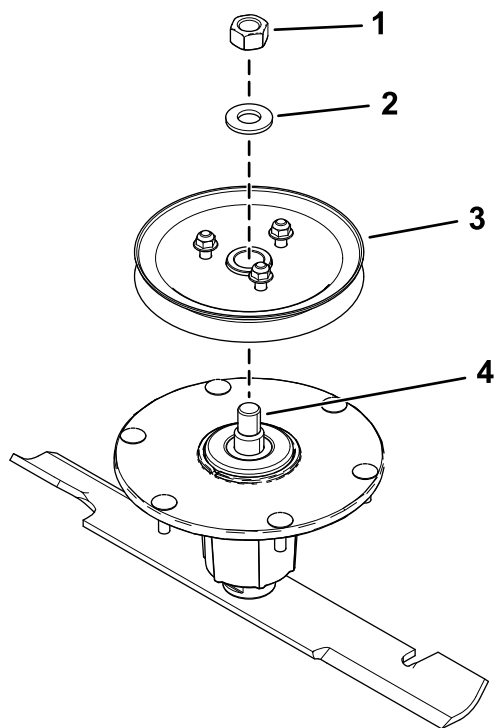

Figure 4
4. Fixez la roue à gorge sur l'axe avec la rondelle et l'écrou supérieur (Figure 4).